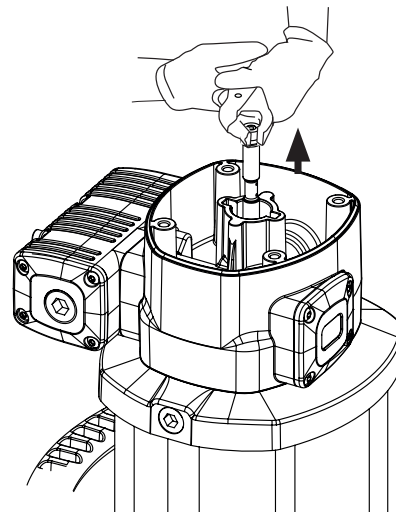
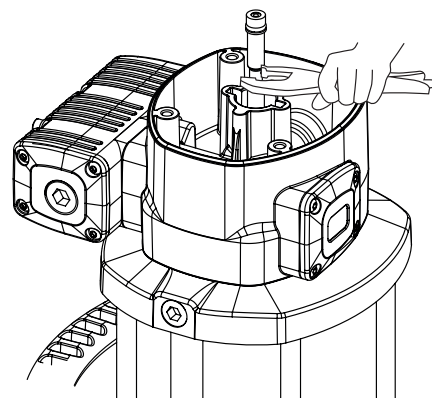

Abb. 7a
Abb. 7b
1. Lösen Sie die vier Schrauben (2) und entfernen Sie die Abdeckung (3).
2. Schrauben Sie den Umkehrstecker (4) ab.
3. Ziehen Sie die Spindel (39) unter Verwendung eines Schraubstocks an der Buchse (5) heraus, bis ihre zentrale Aussparung erscheint (Abb. 7a). Dann die Spindel (39) mit einem anderen Schraubstock in dieser Vertiefung festhalten, um die Dichtfläche nicht zu beschädigen, und die Buchse (5) abschrauben (Abb. 7b).
4. Entsorgen Sie den O-Ring (6) und den Ring (7) und verwenden Sie später beim Wiedereinbau neue Dichtungen.
5. Schrauben Sie die vier Schrauben (56) heraus. Ziehen Sie den Antriebskopf (13) nach oben, bis er zusammen mit dem Flansch (36) frei ist.
6. Entfernen Sie die Umkehrbuchse (9). Die Dichtungen (8) und (10) dieser Buchse auswechseln.
7. Die fünf Schrauben (37) herausdrehen und den Motorkörper (13) vom Flansch (36) trennen. Die Unterlegscheibe (32) entfernen und die Dichtung (8) ersetzen.
8. Den Zylinder (51) durch vorsichtiges Festhalten des Kolbens (46) entfernen. Die Dichtung (45) auf dem Kolben (46) auswechseln.
9. Bauen Sie die Baugruppe in umgekehrter Reihenfolge wieder zusammen, indem Sie Gewindesicherung auf die Schrauben (37), die Buchse (5) und den Umkehrstopfen (4) auftragen.